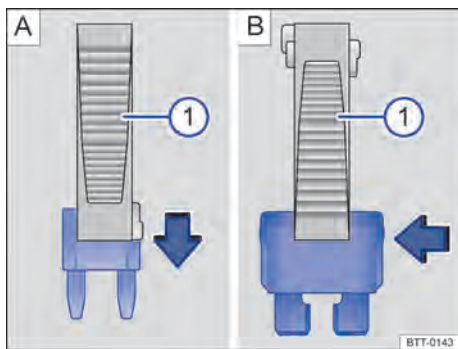

Fig. 196 Remover ou instalar um fusível com a garra da pinça de plástico .
- Se necessário, retirar a pinça de plástico → Fig. 196 ① da cobertura da caixa de fusíveis.
- Em caso de *fusíveis pequenos*, encaixar a garra ① por cima → Fig. 196 A.
- Em caso de *fusíveis maiores*, empurrar a garra ① lateralmente sobre o fusível → Fig. 196 B.
- Caso o fusível esteja queimado, substituir o fusível por um novo da *mesma* intensidade de corrente (mesma cor e inscrição) e do *mesmo* tamanho → ①.